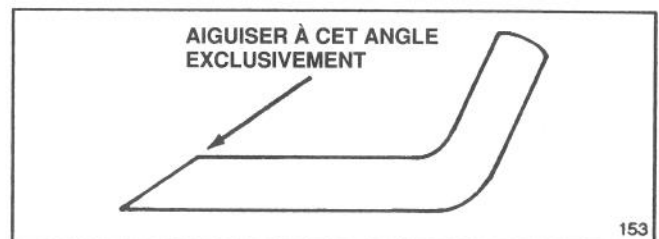

Figure 27
6. **AIGUISAGE DE LA LAME** – Au moyen d'une lime, aiguiser le bord supérieur de la lame en veillant à conserver l'angle de coupe original (Fig. 27). Limer la même quantité de métal sur chacun des tranchants de la lame pour lui conserver son équilibre.